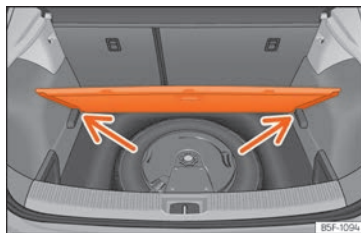

Fig. 192 Maletero: suelo variable
- Apoye el suelo sobre los alojamientos previstos para tal uso » » » **fig. 192** (flechas).